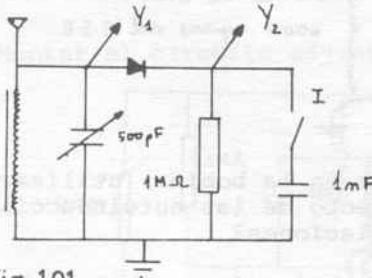

Fig.101
- Añadir al circuito anterior un diodo, formando así el paso de detección (fig.101). Si el osciloscopio es suficientemente sensible comparar la onda obtenida en  $Y_1$  con la obtenida en  $Y_2$ . ¿La señal detectada en  $Y_2$  es de radio o de audiofrecuencia? ¿qué efecto se produce en la señal de  $Y_2$  al cerrar I?